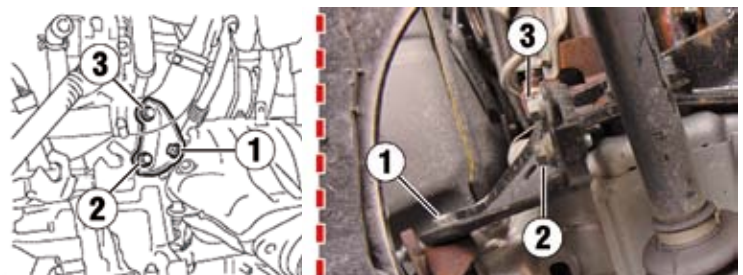

Fig. 42
- Vuelva a colocar los soportes del colector de escape respetando el orden de apriete (Fig. 42).